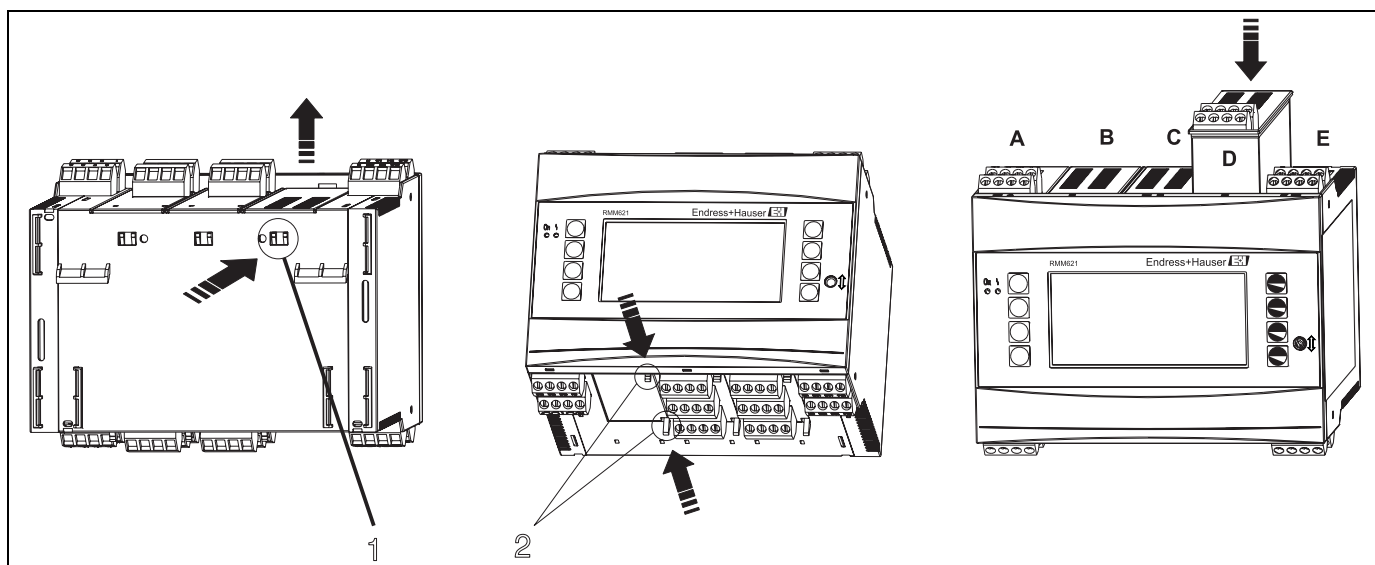

Abb. 3: Einbau einer Erweiterungskarte (beispielhaft)
Sie können das Gerät mit unterschiedlichen Erweiterungskarten bestücken. Es stehen hierzu maximal drei Steckplätze im Gerät zur Verfügung. Die Steckplätze für die Erweiterungskarten sind am Gerät mit B, C und D (→ Abb. 3) bezeichnet.
2. Entfernen Sie die Blindabdeckung aus dem betreffenden Steckplatz (B, C oder D) des Grundgerätes, indem Sie die Rastnasen auf der Unterseite des Gerätes zusammendrücken (s. Abb. 3, Pos. 2), gleichzeitig die Rastnase auf der Gehäuserückseite (z. B. mit einem Schraubendreher) nach innen drücken (s. Abb. 3, Pos. 1) und die Blindabdeckung nach oben aus dem Grundgerät herausziehen.
3. Stecken Sie die Erweiterungskarte von oben in das Grundgerät ein. Erst wenn die Rastnasen auf der Unter- und der Rückseite des Gerätes einrasten (s. Abb. 3, Pos. 1 und 2), ist die Erweiterungskarte korrekt eingebaut. Achten Sie darauf, dass die Eingangsklemmen der Erweiterungskarte oben sind und die Anschlussklemmen analog zum Grundgerät nach vorne zeigen.